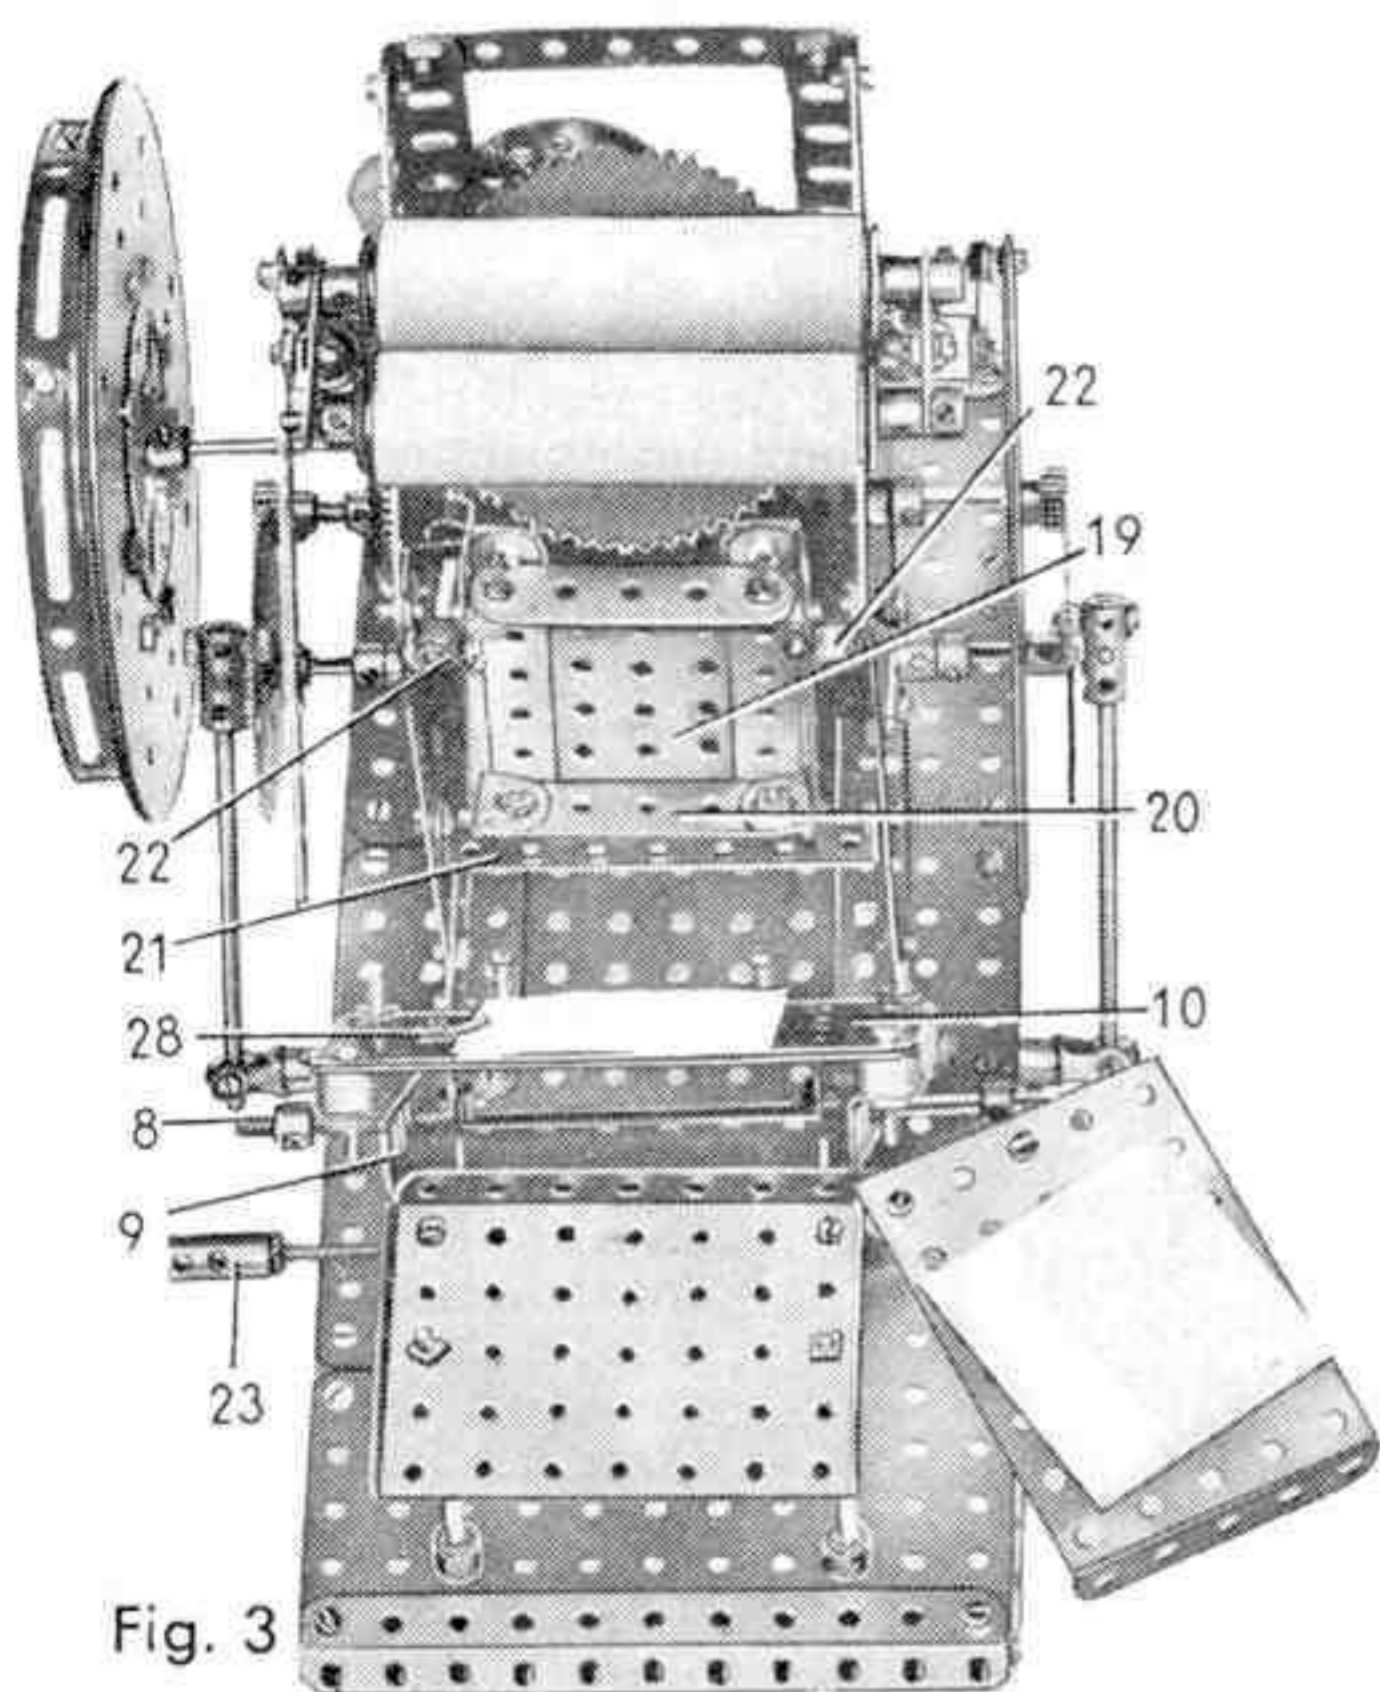

Fig. 3
renforcé par deux bandes de 5 trous et réuni aux cornières de 7 trous par des équerres. Deux cornières de 5 trous (20) superposées sont également reliées aux cornières de 7 trous par des équerres. Le tout doit former une boîte carrée de 5 trous de côté dans laquelle est serrée la composition. La forme repose sur une bande coudée de  $90 \times 12$  mm. (21) contre laquelle elle est calée par des boulons (fig. 3). Le bord supérieur de la forme est serré contre le « marbre » (ou berceau) par des boulons bloqués dans des bagues d'arrêt (22). Ces bagues d'arrêt sont fixées sur des tringles de 5 cm. qui passent dans la plaque (18). Un ressort de compression et une seconde bague d'arrêt sont montés sur chaque tringle derrière la plaque.